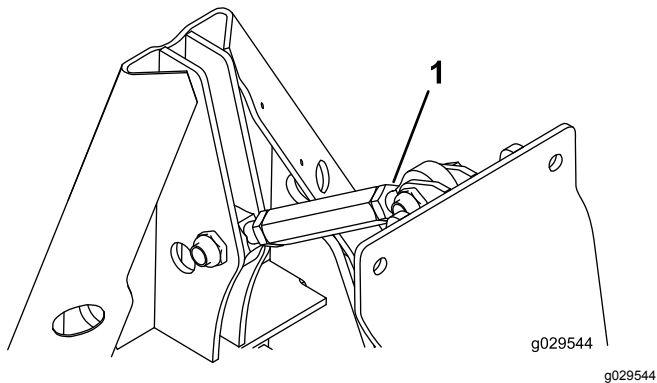

Figura 34
1. Liberte as porcas de aperto no encaixe roscado (Figura 34).
2. Rode o tubo hexagonal para o ângulo desejado (Figura 34).
3. Aperte a porca para bloquear o ajuste (Figura 34).